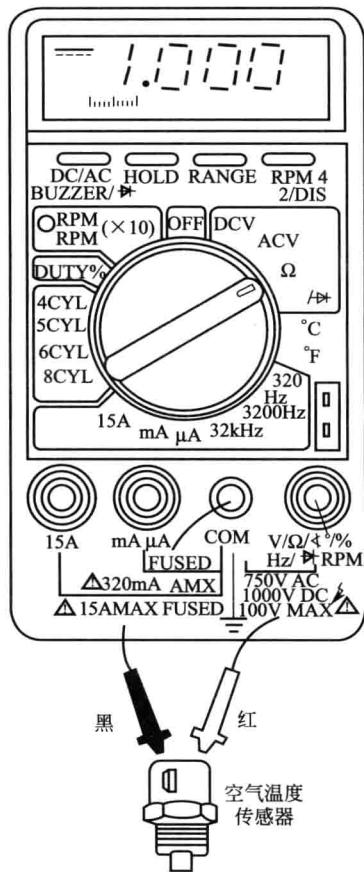

图1-3 测量电阻
(1) 测量电阻 将万用表开关转到电阻 (Ω) 挡的适当位置并校零后,即可测量电阻值。测试前应将被测电路的电源切断,然后将表笔接至被测电阻两端,如图 1-3 所示。